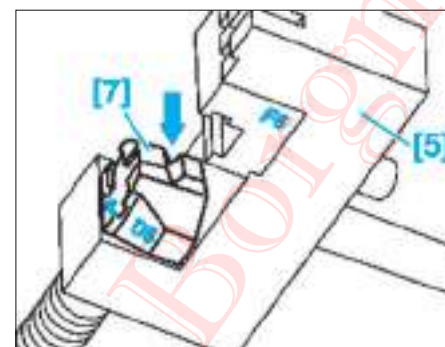

FIG. 27
- Retourner l'outil [7] sur l'outil de rivetage [5] (Fig.27).